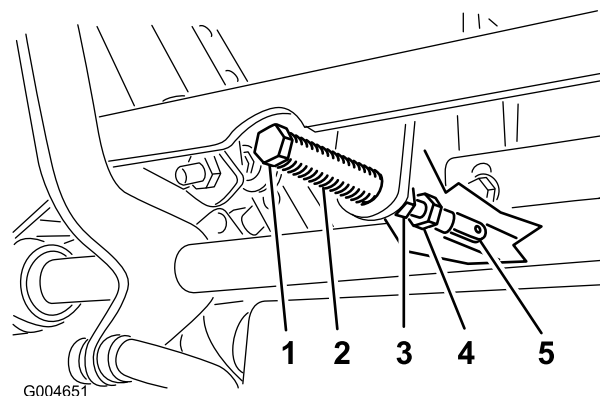

**Figure 50**
3. Retirez les boulons de fixation du panneau avant et déposez le panneau (Figure 50).